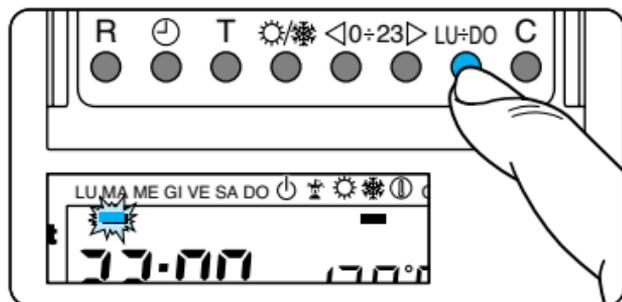

Fig. 39
8.6 -Per programmare diversamente i giorni successivi, far avanzare il giorno tramite il pulsante $LU \div DO$ e ripetere la medesima procedura indicata al punto 8.4 (fig. 39).